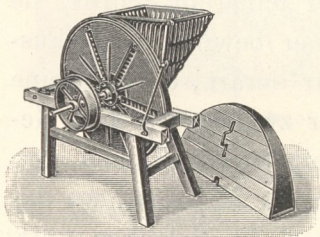

Fig. 875. Rübenschneider von Gebr. Kappe, Alfeld.
a) **Scheibenrübenschneider** (Fig. 875). Auf einem hölzernen oder eisernen Gestell ist eine ebene Scheibe um eine horizontale Achse drehbar. Auf dieser Scheibe können die aus Stahlblech hergestellten Messer mittels Nieten in einzelnen Sektionen befestigt werden, so daß man die Messer, wenn abgenutzt, leicht ersetzen kann. Die Rüben werden in gleichmäßige